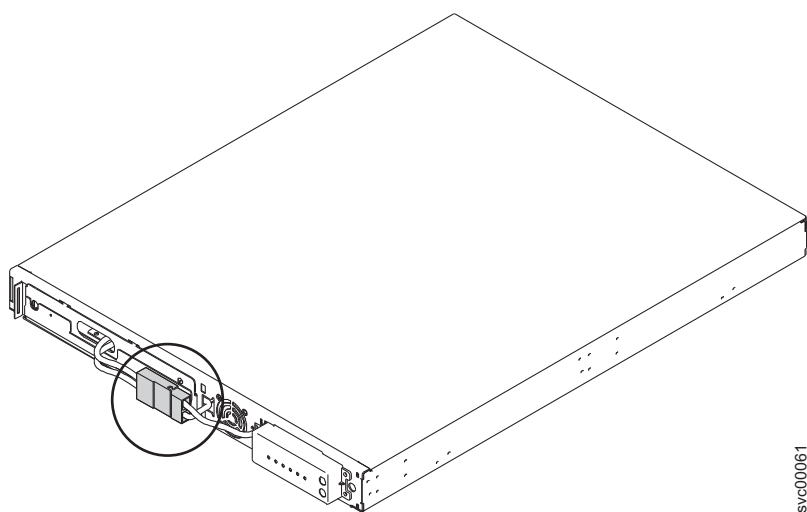

図 221. 2145 UPS-1Uの内部バッテリー・コネクタ
6. 図 221 の円内に示すように、内部バッテリー・コネクタを切り離します。